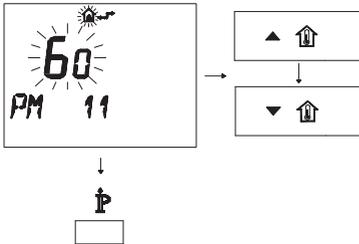

Figura 5.38
- Para modificar el punto de consigna programado use los botones ▲ ⬆️ o ▼ ⬆️ y espere a que el número programado comience a parpadear (Figura 5.38). Cada paso de aumento o reducción equivale a 1 segundo.